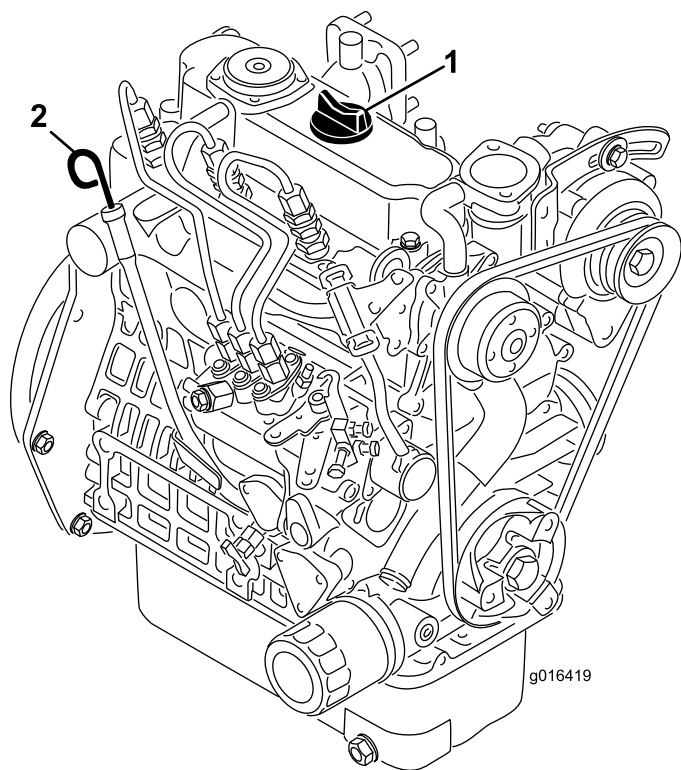

Figura 22
2. Retire la varilla y límpiela con un paño limpio (Figura 22). Introduzca la varilla en el tubo asegurándose de